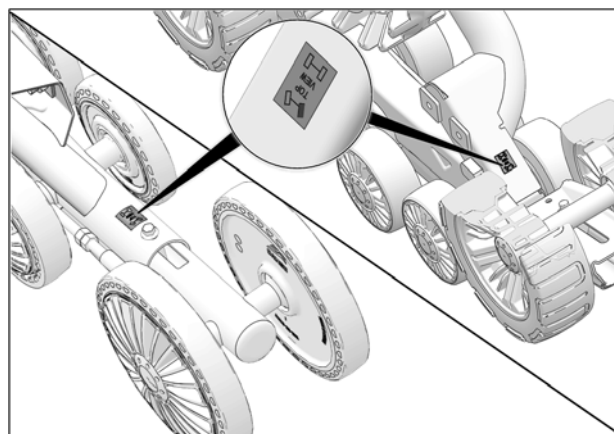

Fig. 2
- Placer chaque système de traction près de sa position d'installation indiquée sur l'étiquette apposée au châssis. Voir la Fig. 2